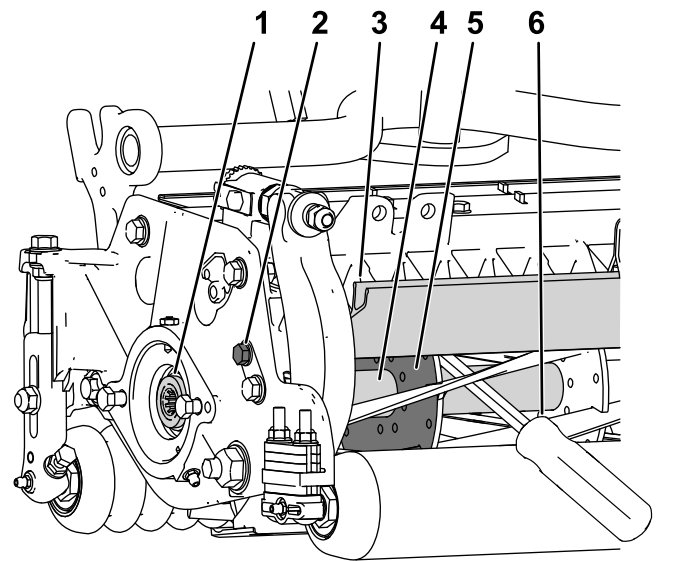

Рисунок 27
1. Ослабьте затяжку болта щитка на левой стороне режущего блока и поднимите задний щиток (Рисунок 27).
2. Вставьте монтировку с длинной ручкой (рекомендуется использовать монтировку размером $\frac{3}{8}$ x 12 дюймов с рукояткой, как у отвертки) через заднюю часть режущего барабана и максимально близко к боковой части режущего блока, к которому вы будете прилагать крутящий момент (Рисунок 27).
3. Установите монтировку, прижав ее к сварной стороне опорной пластины барабана (Рисунок 27).